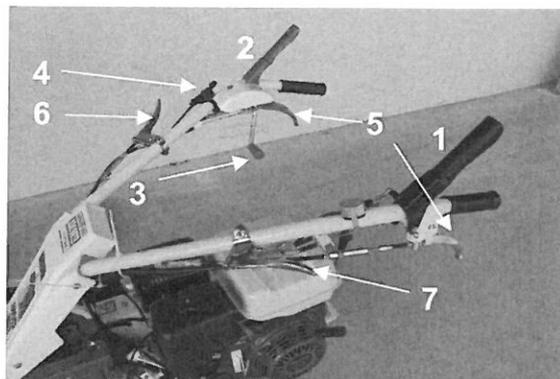

Figure 1
Pour faire avancer la machine, appuyez sur la poignée d'avancement (1, Figure 1). Dès que vous relâchez la poignée, la machine s'arrête et le frein de stationnement s'enclenche automatiquement.
Il est utilisé pour le débroussaillage. Appuyez sur la poignée de dessus (2, Figure 1) et tirez la manette (3, figure 1) pour actionner la rotation des lames. Dès que vous relâchez la poignée, la manette revient à sa position initiale et le rotor s'arrête.
Le levier d'accélérateur (4, Figure 1) sert à modifier la vitesse de rotation du moteur.
Les poignées (Figure 1, repère 5) servent au conducteur lorsqu'il veut changer de direction. Appuyez sur la poignée de droite pour tourner à droite, appuyez sur la poignée de gauche pour tourner à gauche. Pour déplacer la machine avec le moteur arrêté, appuyez sur les deux poignées.
Serrez le levier (7, Figure 1) pour déplacer le guidon vers le haut ou vers le bas. Relâchez le levier et vérifiez que le guidon est bien verrouillé avant d'utiliser la machine.
Et serrez le levier (6, Figure 1) pour déplacer le guidon vers la gauche ou vers la droite. Relâchez le levier et vérifiez que le guidon est bien verrouillé avant d'utiliser la machine.
- Poussez le levier de starter (Figure 3) si le moteur est froid ou placez l'accélérateur (4, Figure 1) à la moitié de sa course si le moteur est chaud. Tirez la corde de démarreur. Quand le moteur a démarré, repoussez le levier de starter.
- Placez le levier d'accélérateur sur "LO" (4, Figure 1).